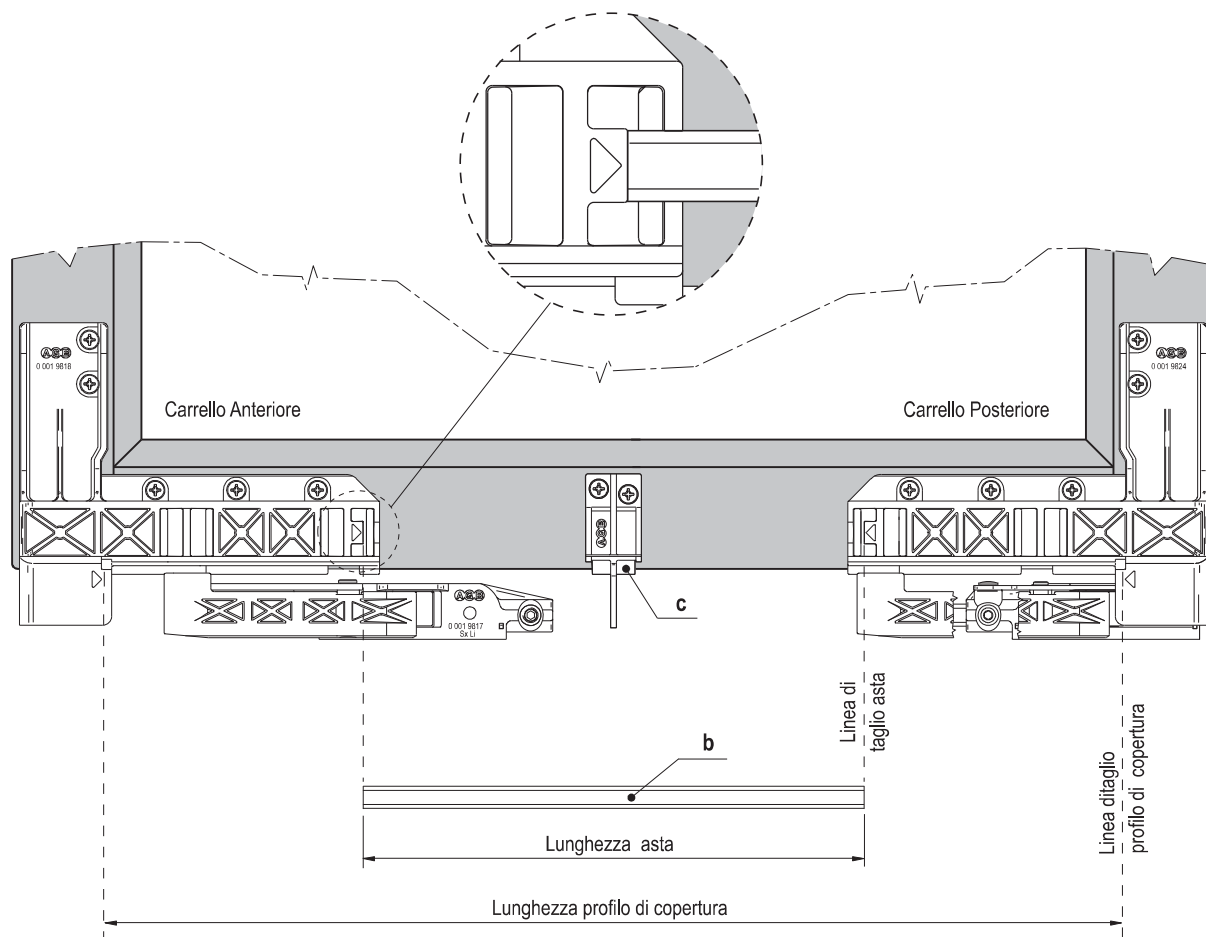

fig. 5
- 5) Appoggiare l'asta di collegamento carrelli (b) sull'apposita sede contrassegnata da una freccia di uno dei due carrelli e segnare la lunghezza di taglio in corrispondenza della freccia del carrello opposto (fig. 5).
- 7) Per tagliare a misura il profilo di copertura, prendere come riferimento le apposite frecce stampigliate sui carrelli (fig. 5).